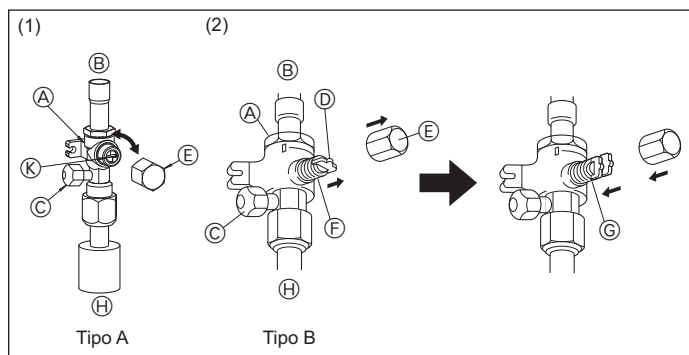

Fig. 5-9
(1) Tipo A (Fig. 5-9)
(2) Tipo B (Fig. 5-9)